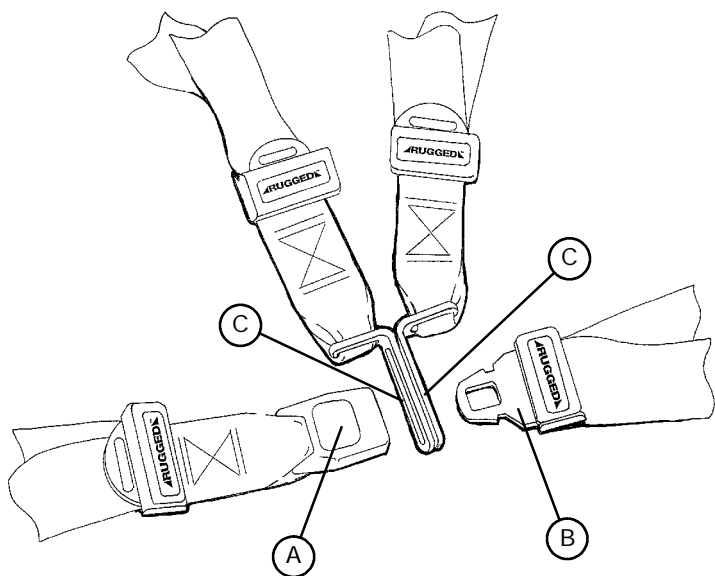

Abbildung 9 – Festschnallen der Rückhaltegurte
Zum Öffnen der Gurte auf den roten Knopf (A) auf der Vorderseite des „Empfängerteils“ der Schließe drücken. Dadurch wird die Schließzunge (B) entriegelt und kann aus der Schließe gezogen werden (Abb. 9). Zum Schließen des Gurts die Zunge in die Schließe drücken, bis ein Klicken hörbar ist. Beim Befestigen der Brustgurte darauf achten, dass die Zunge durch beide Glieder (C) der Schultergurte geführt wird (Abb. 9).